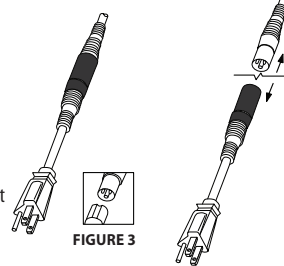

FIGURE 3
- Insérez la fiche du cordon d'alimentation dans le trou de drainage à partir de l'intérieur du réservoir. Lorsque vous utilisez le modèle 99DP, selon le diamètre du trou de drainage du réservoir, il se peut que vous ayez à séparer le cordon (voir la figure 3) et le remonter après l'avoir passé dans le trou de drainage. Assurez-vous d'aligner les flèches se trouvant sur le diamètre externe des fiches mâle et femelle avant de procéder au remontage.
- Pour procéder à l'installation à travers toute une gamme de trous de drainage, il est possible de débrancher le cordon d'alimentation du modèle 99DP, comme montré dans la figure 3. Notez qu'il y a un manchon de caoutchouc qui est là pour protéger la connexion contre l'humidité. Ce manchon devrait être bien serré sur cette connexion.